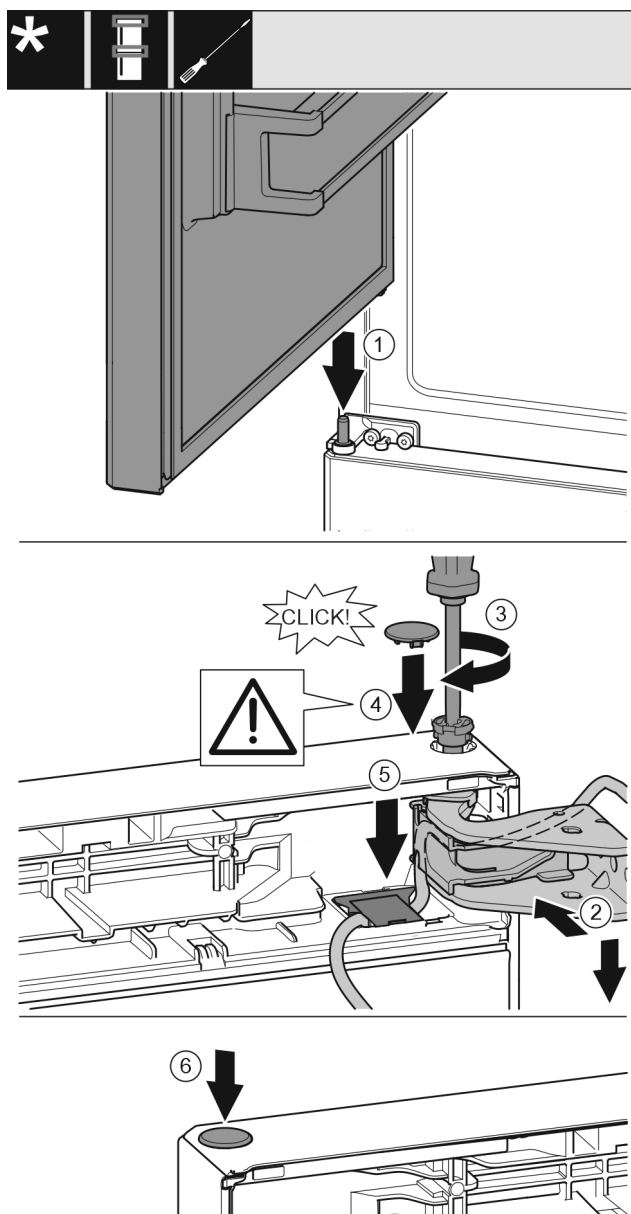

Fig. 43
- Horní dveře usadíte na prostředním ložiskovém čepu Fig. 43 (1).
- Dveře nahoře vyrovnejte s otvorem ve stojanu ložiska. Fig. 43 (2)
- Vložte čep Fig. 43 (3) a pevně jej utáhněte šroubovákem.
- K zajištění dveří namontujte bezpečnostní kryt Fig. 43 (4): Bezpečnostní kryt nasadíte a zkontrolujete, zda přiléhá na dveře. V opačném případě čep zcela zasuňte.
- Vložte kryt Fig. 43 (5) a zatlačte jej směrem dolů, dokud nezacvakne.
- Vložte zátku Fig. 43 (6).